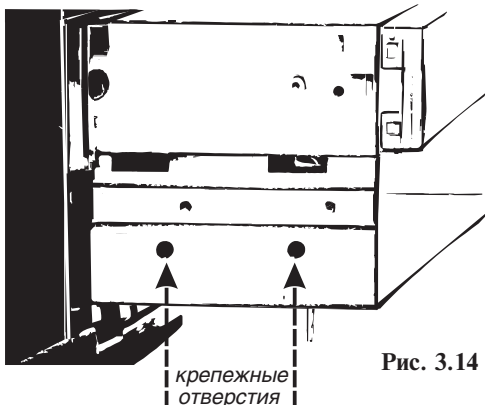

Рис. 3.14
3. Выдвиньте вперед металлический блок. Рис. 3.14.
4. С двух сторон блока открутите винты крепления пластмассового перчаточного ящика. Рис. 3.14.
7. Штатные отверстия, через которые крепился перчаточный ящик, рис. 3.14, необходимо увеличить (рассверлить, раскрутить саморезами).
15. Установите компьютер в отсек. Штатные отверстия, рис. 3.14, в металлическом блоке через которые крепился перчаточный ящик и крепежные отверстия на кронштейнах, должны совпадать. Наживите и затяните саморезы.